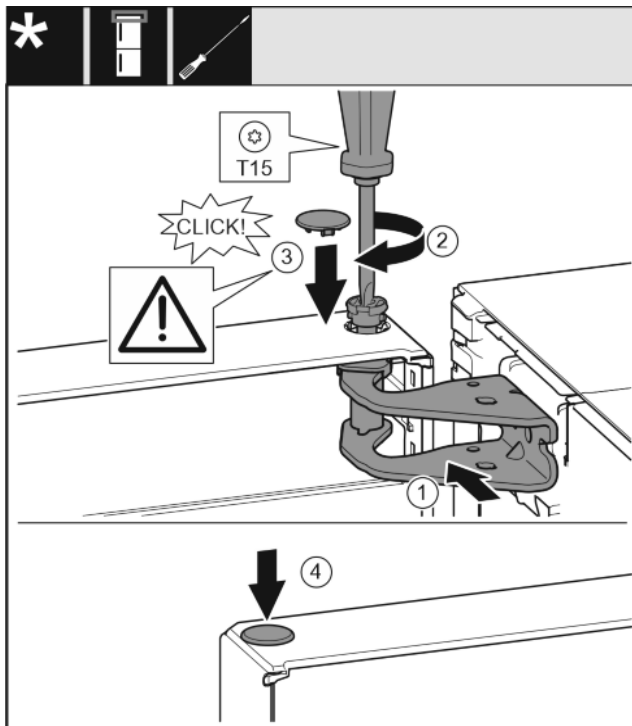

Fig. 17
- ▶ Deur boven uitlijnen op de opening in de lagerbus. *Fig. 17 (1)*
- ▶ Bouten aanbrengen en met schroevendraaier T15 vastschroeven. *Fig. 17 (2)*
- ▶ Veiligheidsafdekking voor de veiligheid van de deur monteren: Veiligheidsafdekking aanbrengen en controleren of deze op de deur rust. Anders bout volledig aanbrengen. *Fig. 17 (3)*
- ▶ Stop aanbrengen. *Fig. 17 (4)*